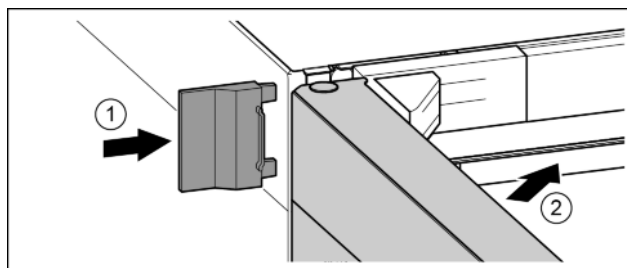

Fig. 18
- Надвинуть внешнюю крышку. Fig. 18 (1)
- Закрыть верхнюю дверь. Fig. 18 (2)